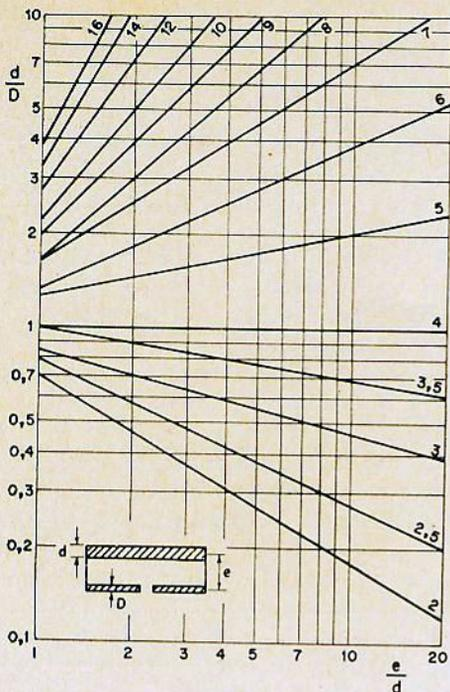

Figura 12
8) A impedância de entrada lida nessa tabela é de  $50 \Omega$ . Devemos, então, dobrar o dipolo convenientemente para transformarmos em  $300 \Omega$  (casamento com linha bifilar). A técnica de multiplicação de impedâncias foi já descrita em artigo anterior ("Antenas de televisão — Projeto de dipolo de meia onda"), de maneira que só apresentaremos os resultados obtidos da figura 12.